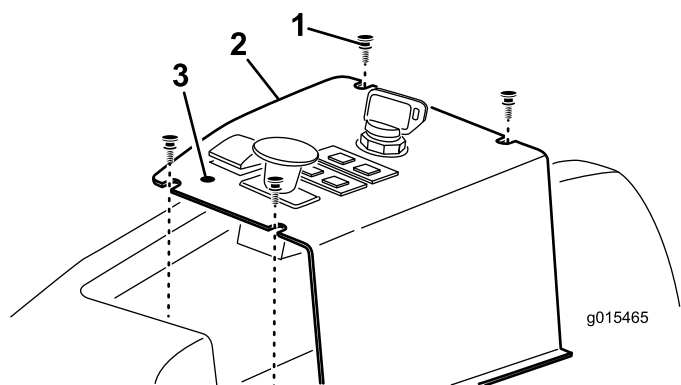

Figure 12
1. Localisez et percez avec précaution l'autocollant du panneau de commande, devant la commande de relevage, pour exposer le trou de montage du levier de blocage du relevage (Figure 12).
- Retirez les (4) vis qui fixent le panneau de commande à la machine (Figure 12).